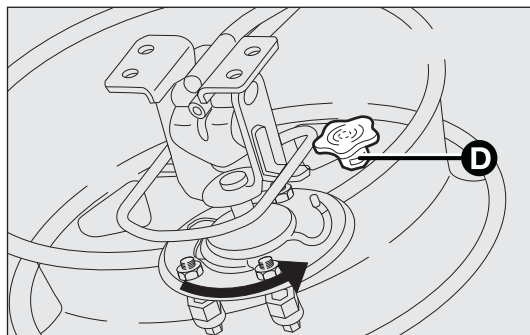

fig. 164
- vuelva a enganchar la rueda al soporte girándola hasta el final de la ranura (como muestra la fig. 164) y apriete el pomo D-fig. 164;